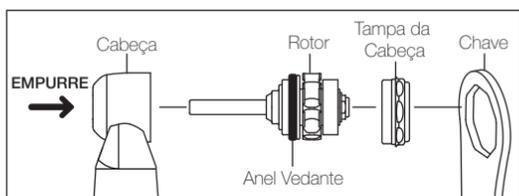

Fig. 8
- Certifique-se de que o anel vedante (Fig. 8) está colocado corretamente no rotor.